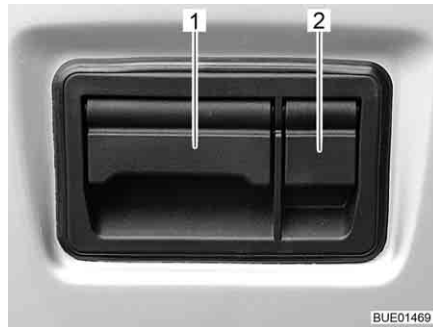

Fig. 32 Serrure du portillon arrière, extérieur
- Ouvrir le clapet de protection (Fig. 32,2).
- Tirer le clapet (Fig. 32,1) vers le haut et ouvrir le portillon arrière.